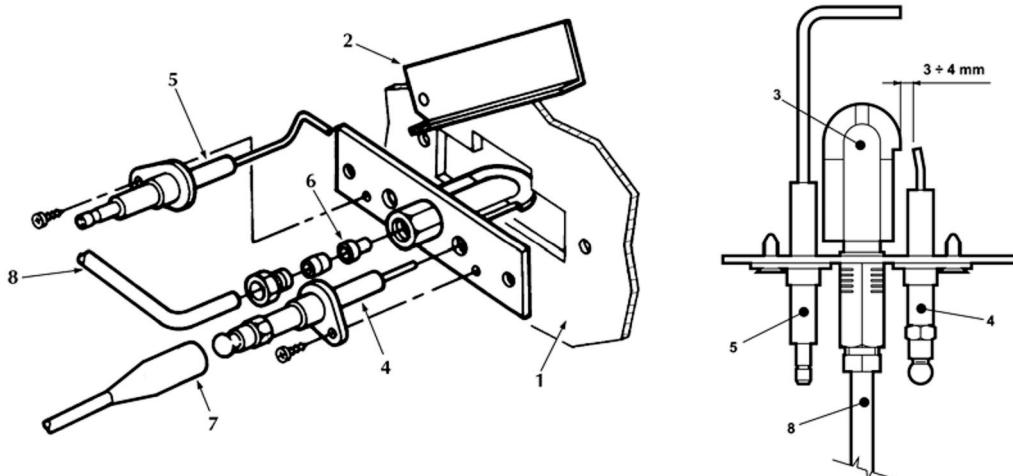

fig. 21 - Brander waakvlam
- De elektroden moeten vrij zijn van afzettingen en correct zijn gepositioneerd (zie fig. 21)